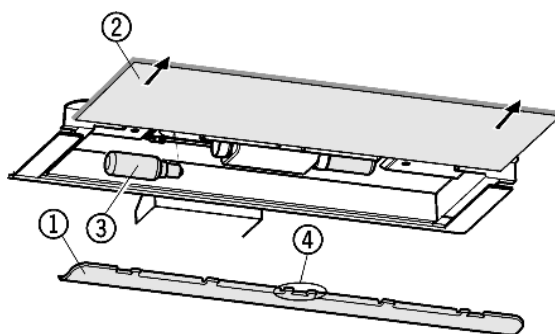

Fig. 30
- ▶ Снятие накладки Fig. 30 (1): сзади возьмитесь пальцем за накладку и снимите её с фиксатора.
- ▶ Извлеките стеклянную полку Fig. 30 (2).
- ▶ Лампу накаливания Fig. 30 (3) заменить.
- ▶ Установка накладки на место: защелкните справа и слева, следя за тем, чтобы средний крюк Fig. 30 (4) захватил стеклянную полку.